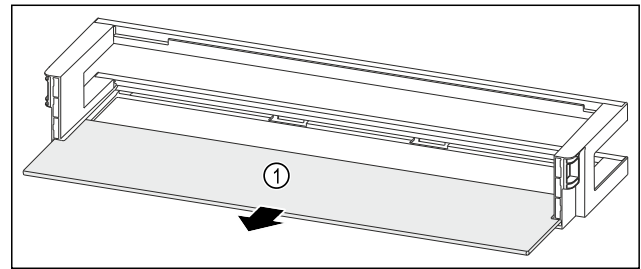

Fig. 83 Türabsteller mit Abstellfläche
- ▶ Abstellfläche Fig. 83 (1) entnehmen.